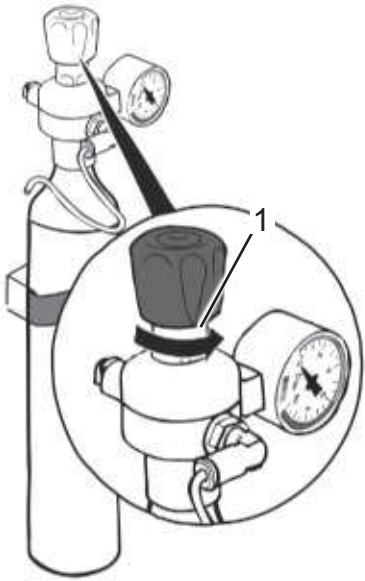

Abb. 14
1. Drehen Sie das Einstellrad (Abb. 14/1) am CO2-Druckminderer bis zum Anschlag gegen den Uhrzeigersinn.